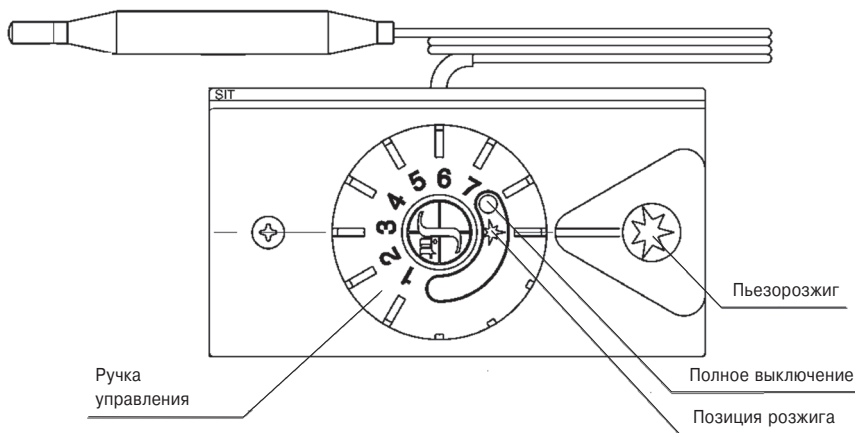

Рис. 5.
**Для котлов мощностью от 7,5 до 20 кВт с газогорелочным устройством на основе итальянской автоматики «630 EUROSIT» и инжекционной горелки Polidoro. (см. рис. 5)**